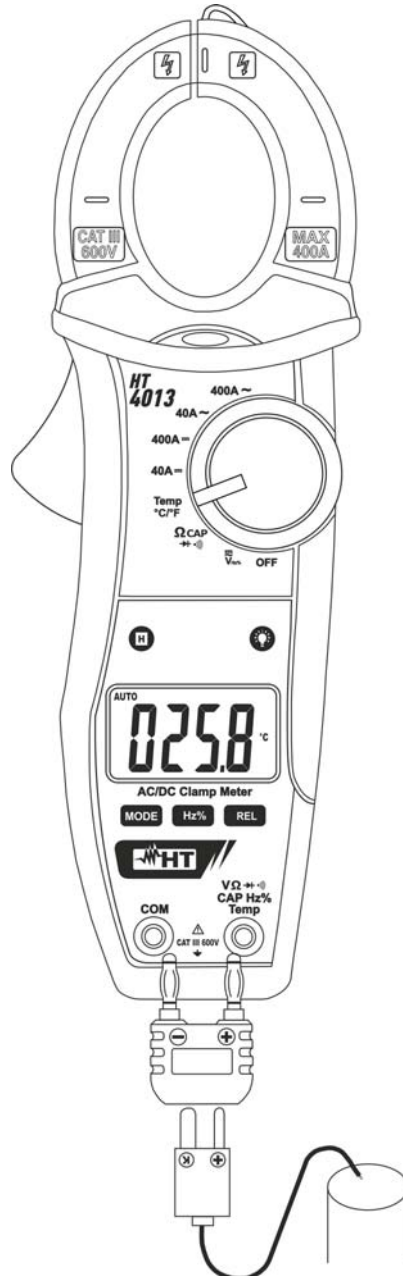

Abb. 9: Verwendung der Zange für Temperaturmessung
3. Verbinden Sie den mitgelieferten K-Typ Drahtfühler mit der **VΩCAPHz%Temp** und **COM** Eingangsbuchse mithilfe des entsprechenden Adapter. Achten Sie dabei auf die Polarität, die in Abb. 9 angegeben ist. Der Temperaturwert erscheint auf dem Display.